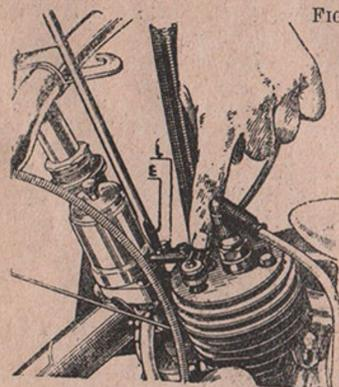

FIG. 6.
**RÉGLAGE DU DÉCOMPRESSEUR (fig. 6)**
**VÉRIFICATION DE L'ALIMENTATION (Fig. 6)**